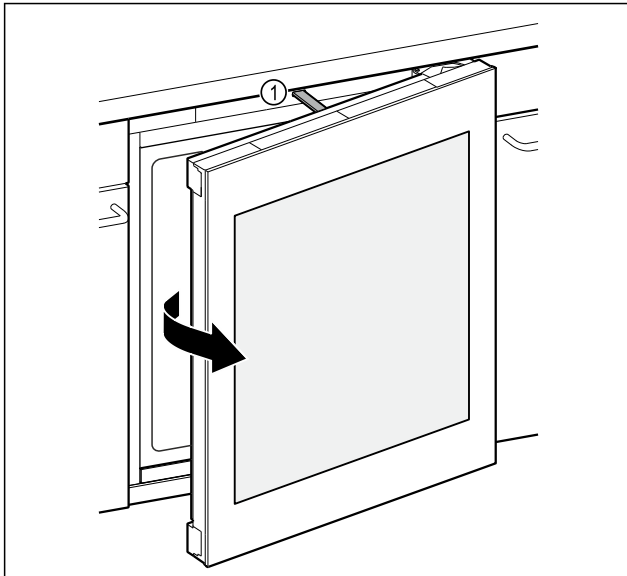

Fig. 82
- ▷ De duwstang Fig. 82 (1) opent de deur ongeveer 7 cm.